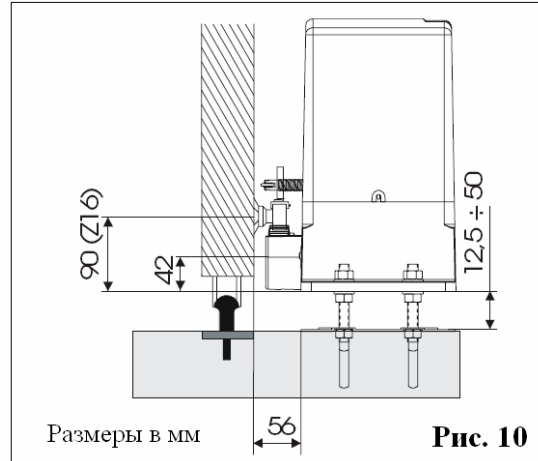

Рис. 10
2. Привод с помощью подкладочных шайб и гаек (из комплекта поставки) установить на монтажной плите. При этом необходимо провести кабель через отверстия, предусмотренные в корпусе двигателя (см. 9 на рис. 01). Высоту установки редукторного двигателя и расстояние до ворот отрегулировать в соответствии с размерами на рис. 10.